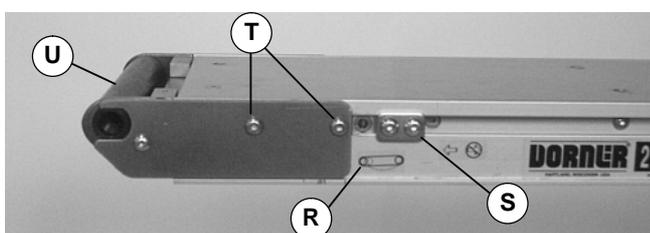

Abbildung 5
2. Am Spannende des Förderers das mit einem Etikett (R siehe Abbildung 5) identifiziert ist, Spurführungsnocken (S) und Deckplattenschrauben (T) zu beiden Seiten des Förderers lösen.
3. Die Spurführungsnocken zur Förderermitte hin schieben, und das Ende (U siehe Abbildung 5) in den Förderbandrahmen drücken.